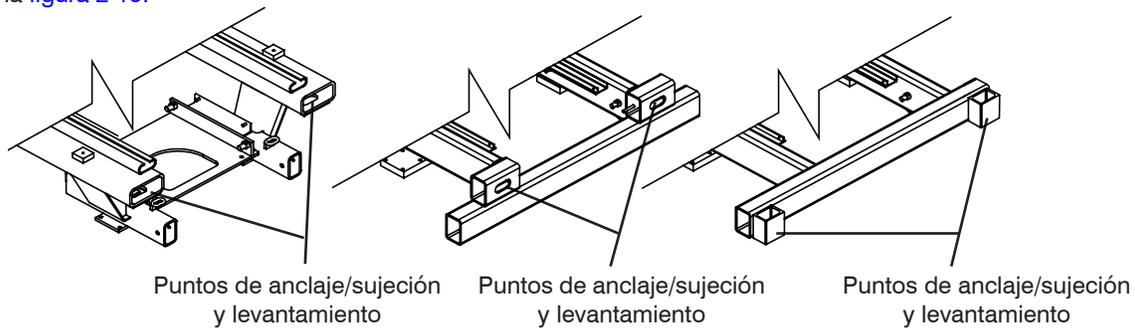

Figura 2-19. Puntos de anclaje/sujeción y levantamiento
- El elemento de levantamiento/cordaje (amarre) puede fijarse a los cuatro puntos de anclaje/sujeción, como se muestra en la figura 2-19.
Cuando transporte la plataforma aérea, asegúrela a la plataforma del camión o remolque. Los puntos de anclaje/sujeción están disponibles como se muestra en la figura 2-19.